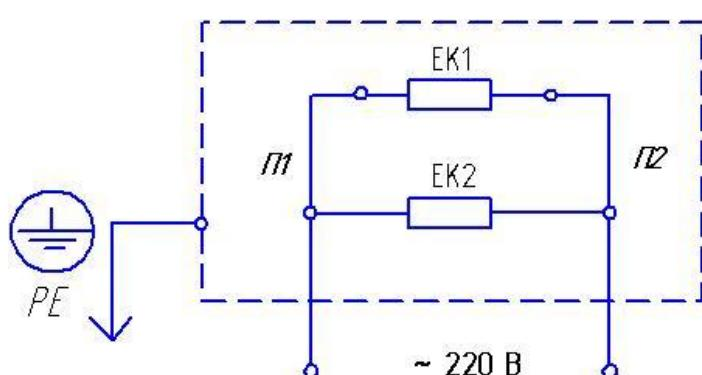

Рисунок 2 – Электрическая схема печи
5.1 Печь представляет (см. рис. 1) собой кожух 1, внутри которого расположены трубчатые электронагревательные элементы 2 (ТЭН), установленные на дне 3. Кожух выполнен из листовой перфорированной стали, имеет четыре ножки 5 с болтом заземления 6 на одной из ножек. Печь снизу закрыта дном 3, а с торцевых сторон – крышками 4. Электронагревательные элементы печи соединены параллельно перемычками 7. Электрическая схема печи приведена на рис.2.